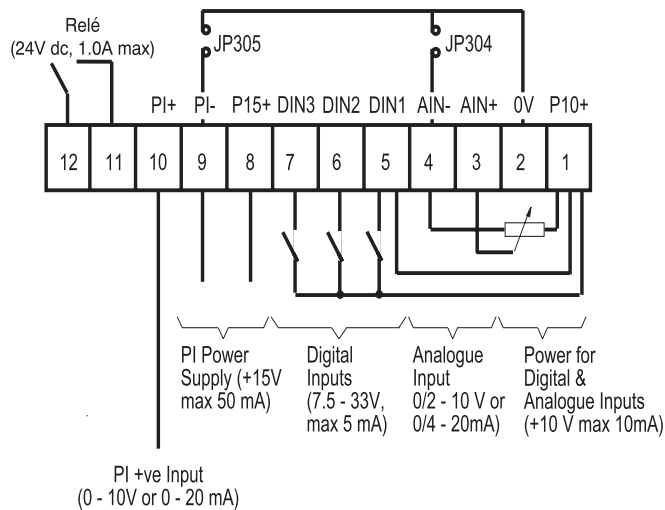

Fig. 3: Kontrollklemmekoplinger
Mat kontrollkabelen inn i vekselretteren via det riktige pakningshullet (se Fig. 1). Forbind kontrollledningene i samsvar med informasjonen i Fig. 3 og 4 (se også Fig. 1).
Merk at det valgfrie potensiometeret tilpasset som en analog innstilt verdi vist i Fig. 3, forutsetter at ledningen JP304 forbinder 0V (pin 2) til AIN- (pin 4). P15+ også kan brukes som et alternativ til P10+ for de digitale inngangene.
- Kople et 4.7 kW potensiometer til kontrollklemmene som vist i Fig. 3 eller tilfør et 0 – 10 V signal mellom pin 2 (0V) og pin 3 (AIN+). I begge tilfeller, plasser ledning JP304 til å forbinde 0V til AIN-.